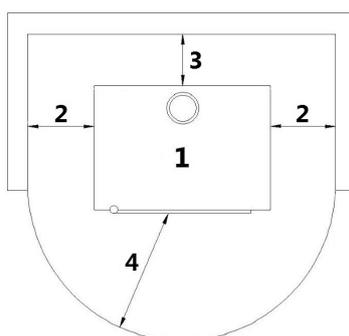

Fig. 23 - Installation générique
LÉGENDE Fig. 23
- Il est obligatoire d'installer le poêle éloigné des murs et/ou meubles, avec un écart minimum de 240 mm aux côtes, de 190 mm derrière, afin de permettre un refroidissement efficace de l'appareil et une bonne distribution de la chaleur dans l'ambiance (voir **Fig. 23**).
- Dans les normes de sécurité de feu il faut respecter les distances des objets inflammables ou sensibles à la chaleur (canapés, meubles, revêtements en bois etc...) selon **Fig. 23**.
- Si les murs sont en matériel inflammable, contrôler les distances de sécurité (voir **Fig. 23**).